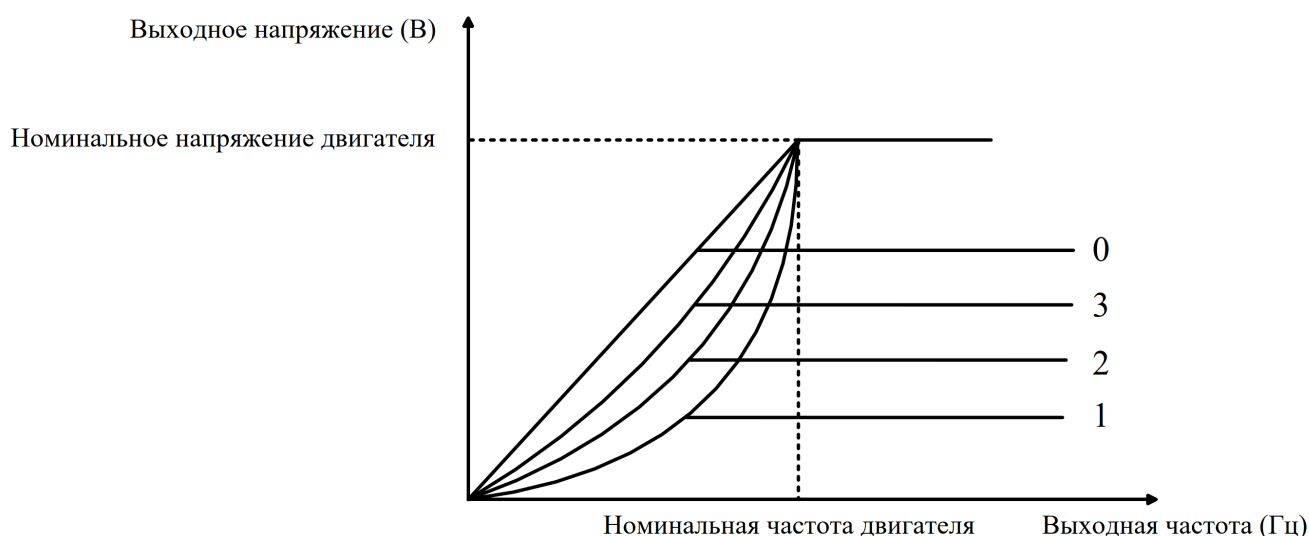

Рисунок 4-2 Кривая V/F двигателя
- По умолчанию V/F представляет собой прямую линию, как линия 0 на рис. 4-2.
- Когда P00.23 (P06.01) = 1, это степенной закон с показателем 2,0, кривая 1 на рис. 4-2.
- Когда P00.23 (P06.01) = 2, это степенной закон с показателем 1,7, кривая 2 на рис. 4-2.
- Когда P00.23 (P06.01) = 3, это степенной закон с показателем 1,2, кривая 3 на рис. 4-2.